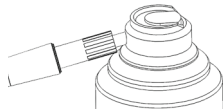

Fig. 4
3. Coloque el adaptador de spray en la boquilla universal del lubricante aprobado (Fig. 4).